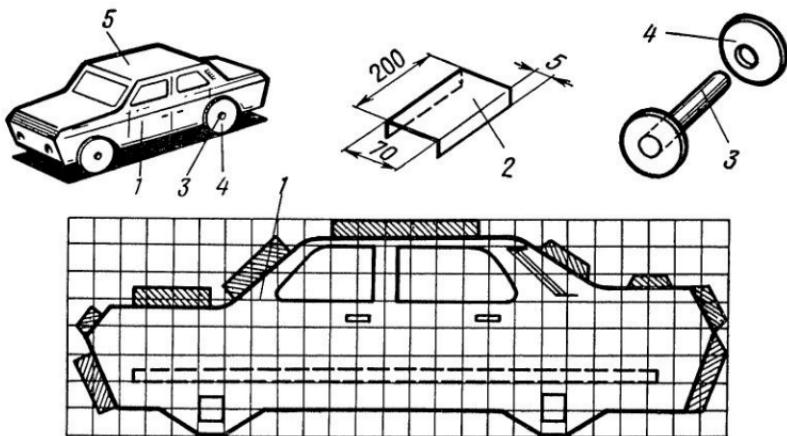

Рис. 29. Самоходная модель легкового автомобиля
Самоходную модель легковой автомашины (рис. 29) с резиномотором изготавливают из картона. Боковые стенки кузова (1) имеют довольно сложные для начинающих моделистов контурные очертания, поэтому эти детали лучше вырезать по готовому шаблону или по клеткам.